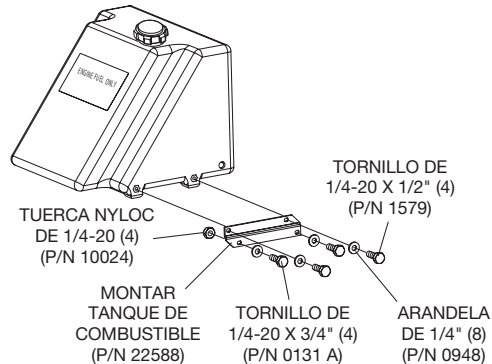

Figura 26. Soporte de montaje del tanque de combustible
- Reinstale el tanque de combustible en el armazón de la allanadora usando los nuevos soportes de montaje del tanque de combustible (P/N 22588), los tornillos 1/4-20 x 1/2" (P/N 1579), los tornillos 1/4-20 x 3/4" (P/N 0131 A), las arandelas planas de 1/4" (P/N 0948) y las tuercas de 1/4-20 (P/N 10024). Consulte la Figura 26.